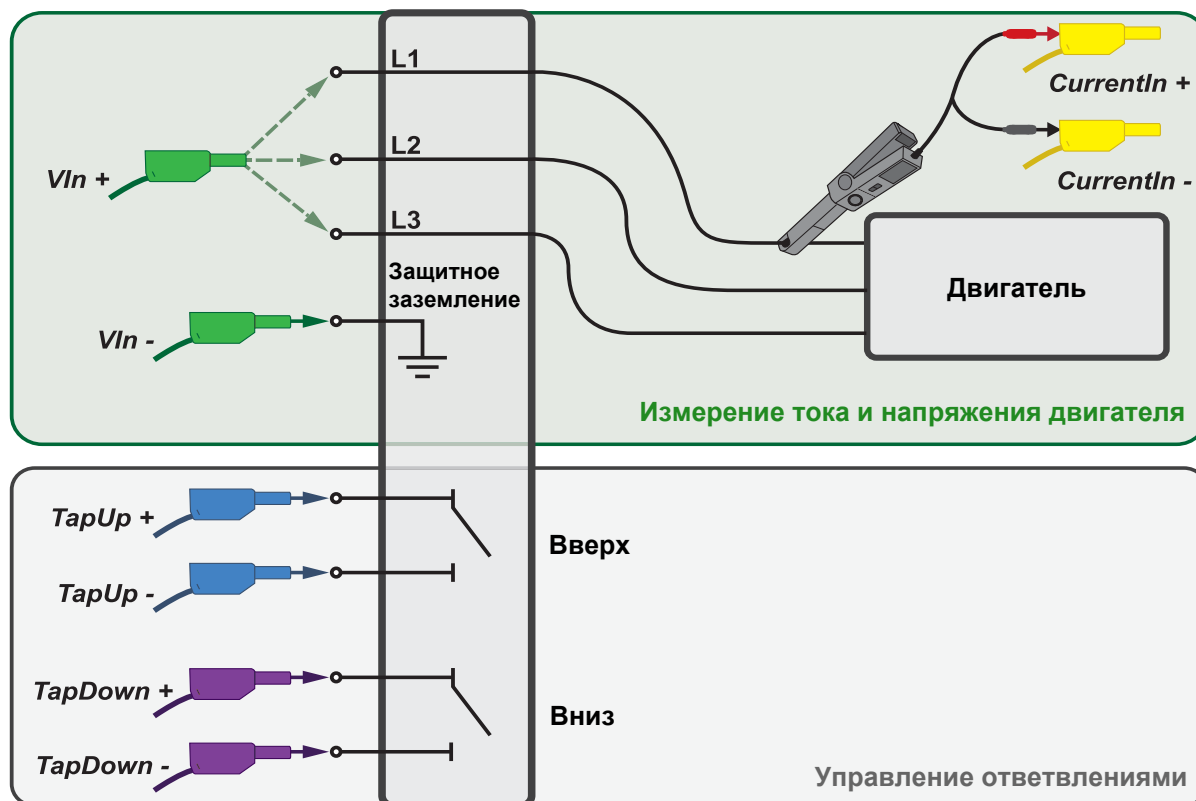

Рис. 5-2: Схема подключения кабеля переключателя ответвлений к переключателю ответвлений
- III. Подключите кабель для переключателя ответвлений к соответствующим клеммам в шкафу управления трансформатора (см. рис. 5-2 ниже).